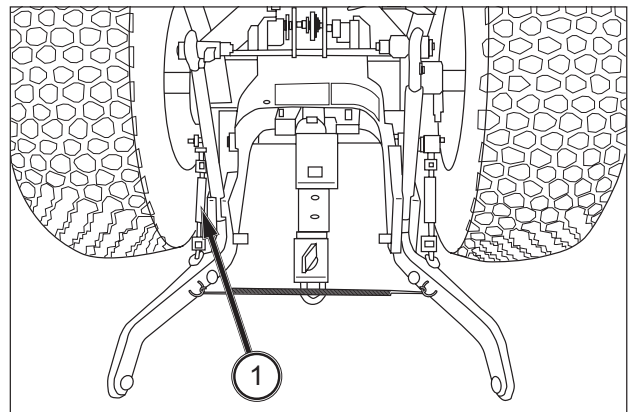

ABB. 97
**ABB. 97:** Einige Anbaugeräte müssen zur Seite hin etwas Spiel haben. Die Spannkette (1) an den Unterlenkern muss gleichmäßig eingestellt sein, um so das seitliche Spiel auf das gewünschte Maß zu reduzieren. Das seitliche Spiel jedoch nicht vollständig herausnehmen, da die Kette oder der Unterlenker sonst beschädigt werden könnte.